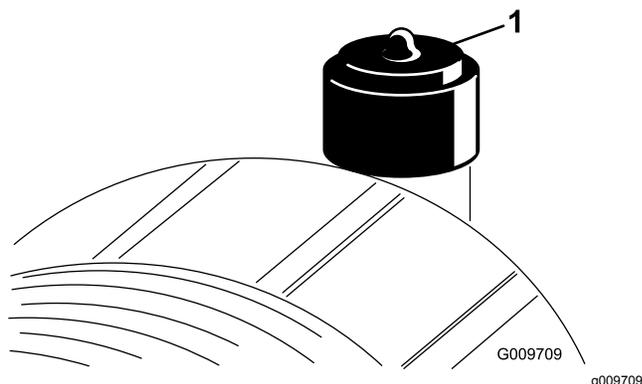

Figura 54
Effettuate la manutenzione del filtro dell'aria quando l'indicatore (Figura 54) lo richiede. Sostituendo il filtro dell'aria prima del necessario si aumenta il rischio che la morchia penetri nel motore quando si toglie il filtro.
9. Se la spia (Figura 54) è rossa, resettatela.